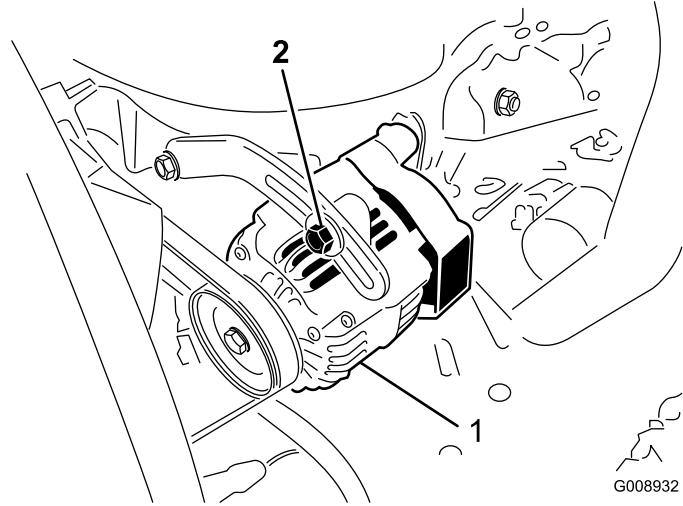

Figura 52
Verifique o estado e a tensão das correias (Figura 52) após cada 100 horas de funcionamento.
- Se a deslocação obtida não for igual a 10 mm, deve desapertar os parafusos de montagem do alternador (Figura 52). Aumente ou diminua a tensão da correia do alternador e aperte os parafusos. Verifique uma vez mais a deslocação da correia para se certificar de que a tensão está correcta.